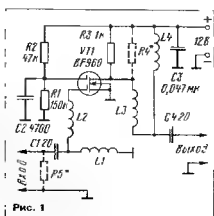

Рис. 1
Схема одного из таких антенных усилителей для работы в диапазоне 66...108 МГц приведена на рис. 1. Он имеет коэффициент передачи по напряжению не менее 20 дБ и коэффициент шума менее 3 дБ во всем рабочем диапазоне частот. Входное сопротивление усилителя близко к 75 Ом, что обеспечивает хорошее со-
**О выборе магнитопровода для дросселя L1 (рис. 1).**